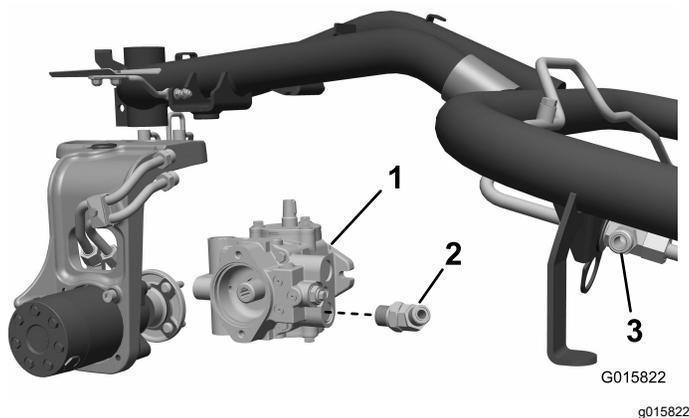

Figura 7
1. Desligue o tubo da bomba hidráulica inferior da bomba e da união em T do anteparo superior dos motores frontais. Deite fora este tubo (Figura 7).
Deixe a união solta, orientada para cima e para fora (Figura 7).